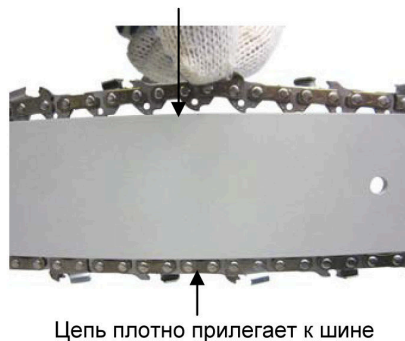

Рис. 6
- верх. Цепь должна выходить из направляющего паза шины на высоту зуба (рис. 6).